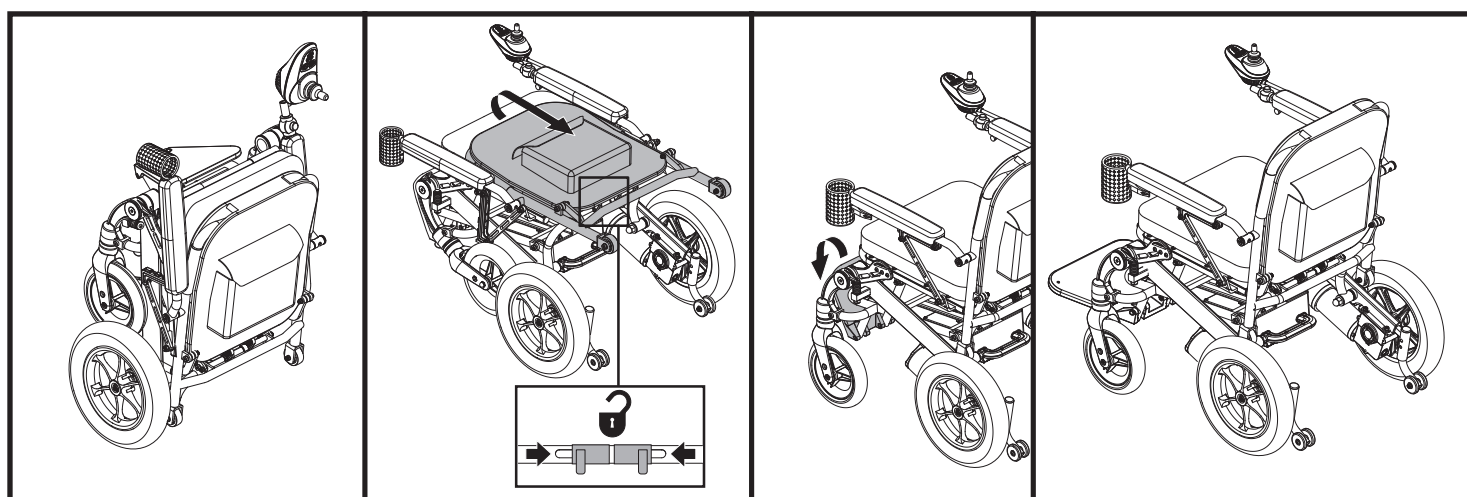

Abb. 8. Auffalten des iGo+®
2. Legen Sie eine Hand auf die Sitzlehne und drücken Sie diese nach unten, während Sie die Stifte des Verriegelungsmechanismus zusammendrücken. **Siehe Abb. 8.**